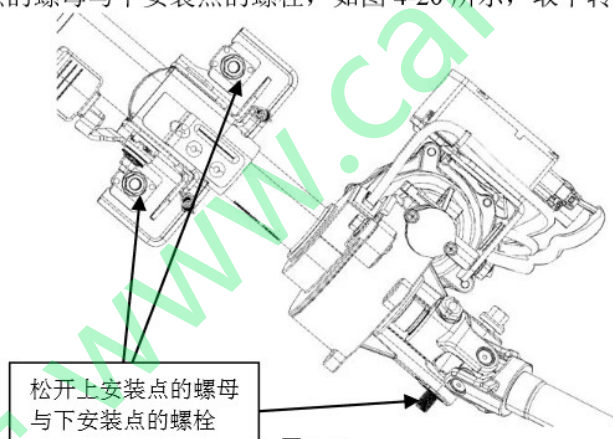

图 4-20
①确认所有与管柱连接的线束均已脱开。
②松开管柱上安装点的螺母与下安装点的螺栓，如图 4-20 所示，取下转向管柱及万向节总成。